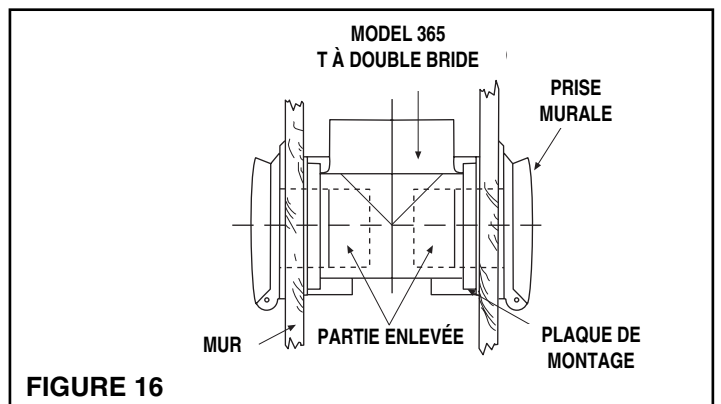

FIGURE 16
**NOTE :** Lorsque les prises sont installées sur des murs de moins de 1,27 cm d'épaisseur, le tube de la prise murale peut venir en contact avec le coude du raccord, causant un blocage. Dans un tel cas, raccourcissez le tube de la prise murale pour éviter tout blocage. Consultez la figure 16.